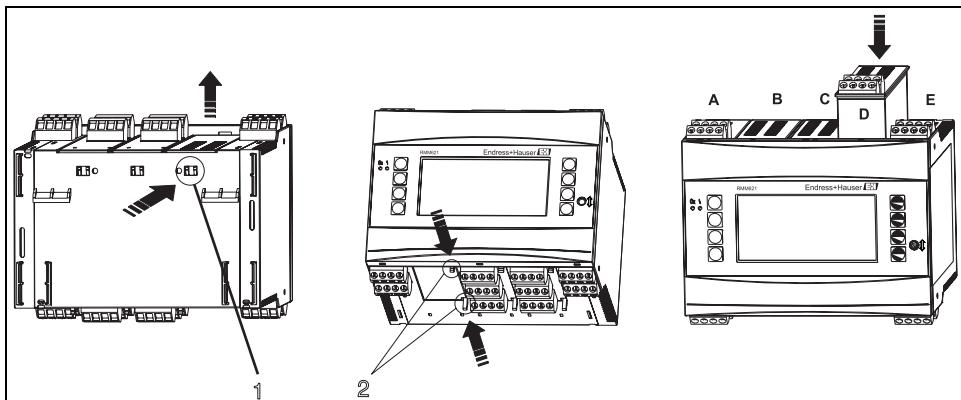

Fig. 4: Instalación de una tarjeta de expansión (a modo de ejemplo)
Puede dotar la unidad de diferentes tarjetas de expansión. Para ello dispone de un máximo de tres lugares de inserción en la unidad. Los lugares de inserción para las tarjetas de expansión están indicados en la unidad con las letras B, C y D (→ Fig. 4).
2. Extraiga la protección del correspondiente lugar de inserción (B, C o D) del equipo básico apretando las pestañas de sujeción situadas en la parte inferior del aparato (→ Fig. 4, pos. 2), presione al mismo tiempo hacia dentro (p. ej., con un destornillador) la pestaña de sujeción situada en la parte posterior de la carcasa (→ Fig. 4, pos. 1) y extraiga la protección del equipo básico hacia arriba.
3. Introduzca la tarjeta de expansión desde arriba en el equipo básico. La tarjeta de expansión estará bien instalada una vez hayan encastrado las pestañas de sujeción en la parte inferior y posterior de la unidad (→ Fig. 4, pos. 1 y 2). Asegúrese de que los terminales de entrada de la tarjeta de expansión estén arriba y los terminales de conexión estén hacia delante al igual que el equipo básico.